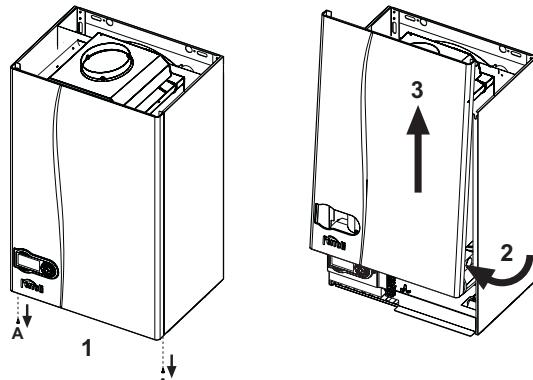

fig. 22 - Deschiderea carcasei
După ce ati scos panoul frontal al centralei (vezi fig. 22), veți putea avea acces la panoul de borne pentru racordarea sondelor externe (det. 1 fig. 19), a termostatului de cameră (det. 3 fig. 19) sau a cronocomenzii la distanță (det. 2 fig. 19).
1. Deșurubați șuruburile A (vezi fig. 22).
2. Rotiți carcasa (vezi fig. 22).